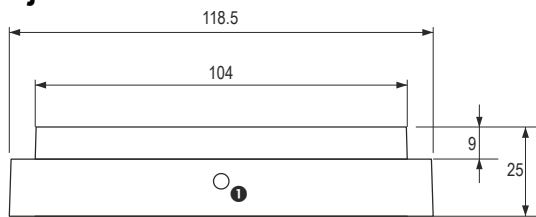

Fig. 2 Dibujo acotado de las bases USB 502-1 y USB 502-6
Para la conformidad con la norma EN 54-3, se deben utilizar los modelos de base USB 502-1 o 502-6. La limitación de la accesibilidad según EN 54-3 se garantiza apretando el tornillo suministrado hacia el interior de la escotadura (1) de la base (véase la Fig. 2).